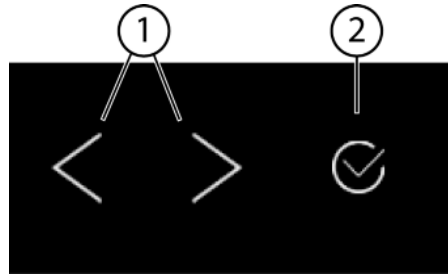
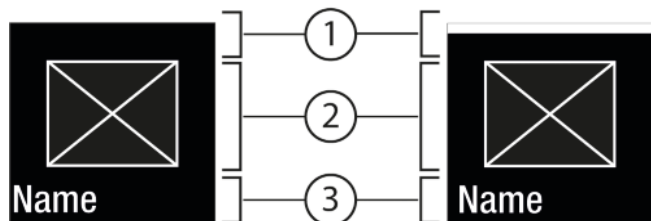
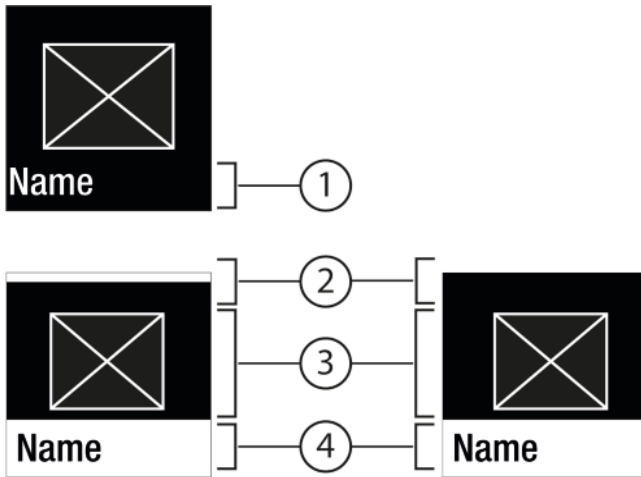

Fig. 5
Fig. 6
Fig. 7
- (1) Flèche de navigation vers la gauche / droite (2) Confirmer
Flèche de navigation vers la gauche / droite Fig. 5 (1) :
Confirmer Fig. 5 (2) :
- Naviguer avec la flèche de navigation vers la gauche / la droite Fig. 5 (1).
- Avec Confirmer Fig. 5 (2), activer / désactiver la fonction Fig. 6 (1) / le réglage Fig. 6 (1).
- Avec Confirmer Fig. 5 (2), appeler le sous-menu Fig. 7 (4).
- Régler une nouvelle valeur : Avec Confirmer Fig. 5 (2), sélectionner une valeur désactivée Fig. 6 (1).
- Retour au menu : Avec Confirmer Fig. 5 (2), sélectionner la valeur déjà activée Fig. 6 (2).
- ▶ Appuyer sur les flèches de navigation Fig. 5 (1) autant de fois que nécessaire jusqu'à ce que la s'affiche.
- ▶ Appuyer sur Confirmer Fig. 5 (2).
- ▶ Appuyer sur les flèches de navigation Fig. 5 (1) autant de fois que nécessaire jusqu'à ce que la fonction s'affiche.
- ▶ Sélectionner la valeur de réglage à l'aide des flèches de navigation Fig. 5 (1).
- ▷ Status : activé Fig. 6 (1) s'affiche brièvement dans le sous-menu Fig. 7 (4).
- ▶ Appuyer sur les flèches de navigation *Fig. 5 (1)* autant de fois que nécessaire jusqu'à ce que les réglages  s'affichent.
- ▶ Appuyer sur Confirmer *Fig. 5 (2)*.
- ▶ Appuyer sur les flèches de navigation *Fig. 5 (1)* autant de fois que nécessaire jusqu'à ce que le réglage souhaité s'affiche.